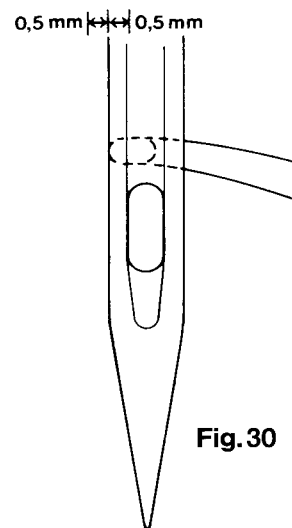

Fig. 30
The hook point must now be exactly opposite the left side of the needle (Fig. 30), the permissible variation being ± 0.5 mm.
- Tourner le volant jusqu'à ce que l'aiguille monte et que la pointe du crochet se trouve à niveau avec le bord gauche de l'aiguille (fig. 30).